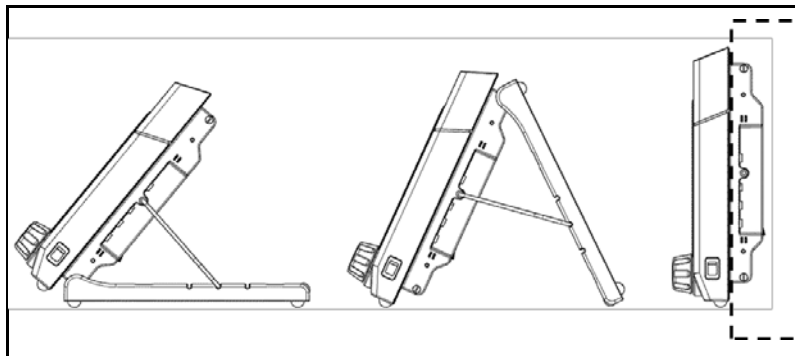

Fig. 2 : Possibilités de mise en place/montage du contrôleur de vide
- Version table 1 (voir Fig. 2, à gauche)
- Version table 2 (voir Fig. 2, au milieu)
- Version intégrée (voir Fig. 2, à droite)
Version table 1 et 2 (voir Fig. 2 à gauche et au milieu)
Version intégrée (voir Fig. 2, à droite)